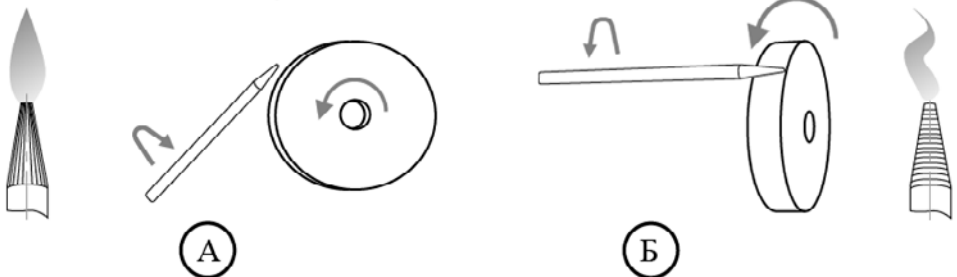

Рис. 9.6. Пример заточки вольфрамового электрода.
**Особое значение следует уделить правильности заточки вольфрамового электрода, т.к. это влияет на качество и форму сварного шва (См. рис. 9.6, 9.7).**